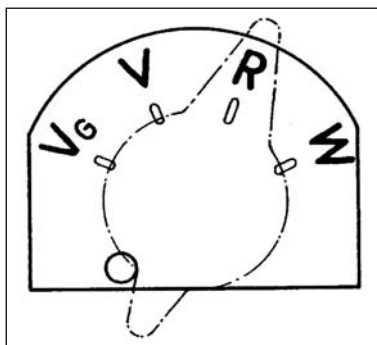

Fig 3-5. Chave seletora de marcha
**10** - chave seletora de marcha - A chave seletora de marcha possui quatro posições; (Fig 3-5)